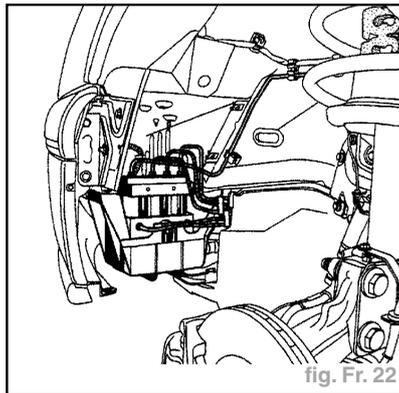

fig. Fr. 22
- Débrancher le connecteur du calculateur (fig. Fr. 22).